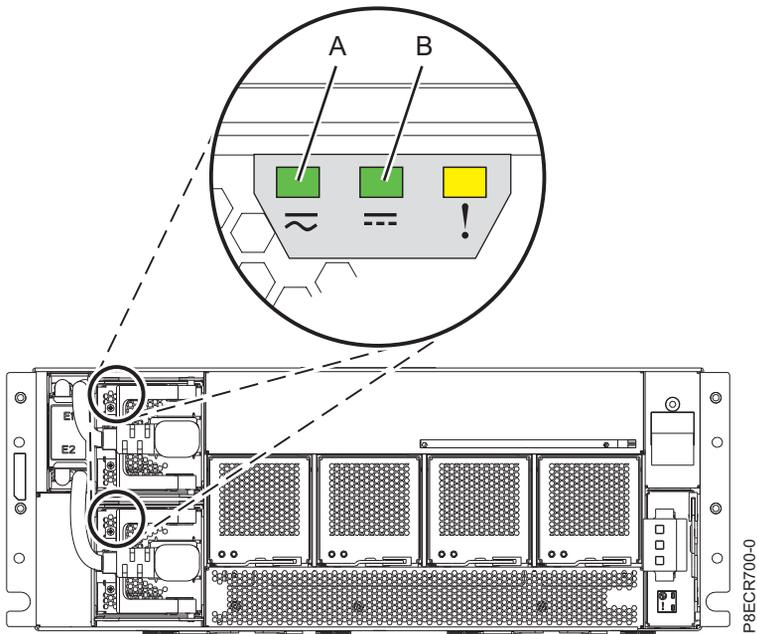

Abbildung 9. Leuchten der Netzteil-LEDs überprüfen
2. Vergewissern Sie sich, dass die Eingangswechselspannungs-LEDs (A) an den Netzteilen leuchten. Siehe Abb. 9 auf Seite 10.